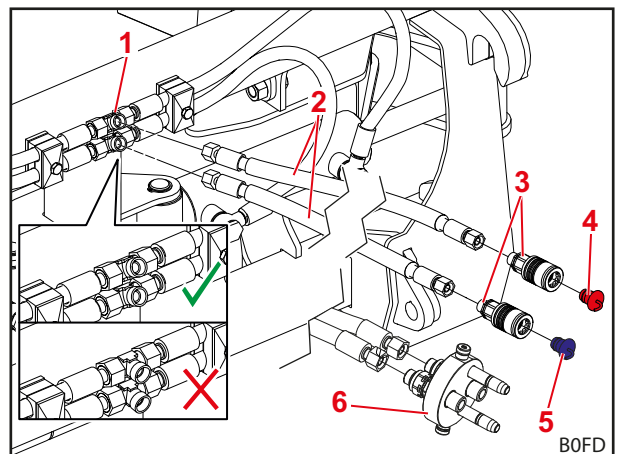

Fig. 52 Monter les conduites d'alimentation
- (3) Relier les 2 flexibles hydrauliques à 1 manchon en T.
**i** L'ouverture du manchon en T doit être orientée le plus possible vers le haut (voir Fig. 52). Sinon les conduites d'alimentation frotteront plus tard contre la traverse du cadre porte-outils.
- (4) Serrer les vis avec une clé dynamométrique.